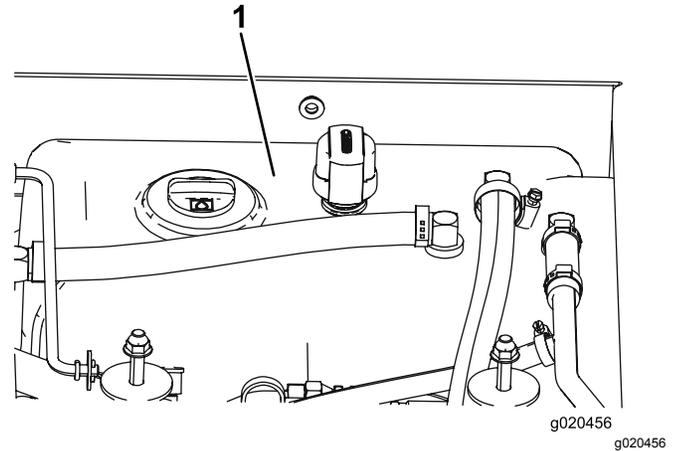

図 117
4. 油圧オイルタンク 図 117 に油圧オイルを入れる 油圧オイルを点検する \(ページ 71\) を参照。